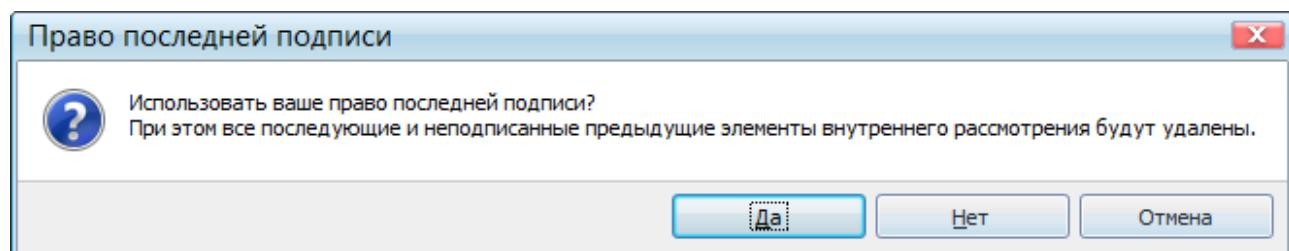

Рисунок 16.32 – Диалоговое окно «Право последней подписи»
- «*Отображать диалоговое окно*». При выборе данного условия при подписании заявки пользователем, наделенным правом последней подписи, отображается диалоговое окно (Рисунок 16.32). Подробное описание заявки с правом последней подписи приведено в разделе 12.12 «Рассмотрение заявки пользователем с правом последней подписи».